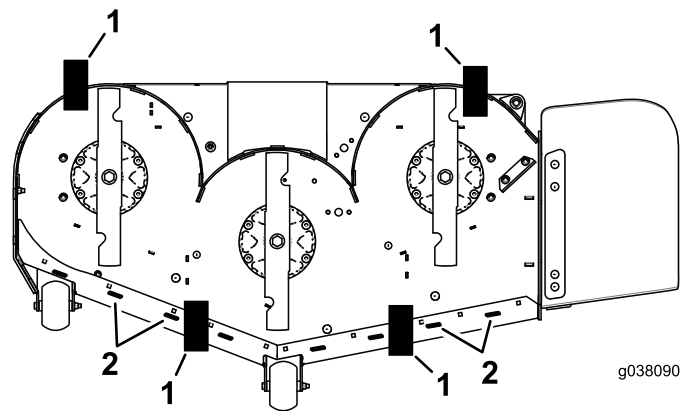

Bild 77
10. Legen Sie zwei Blöcke (siehe Blockhöhen- und Rechentabelle) unter die hintere Kante des Mähwerks, einen Block an jeder Seite des Mähwerks (Bild 77).